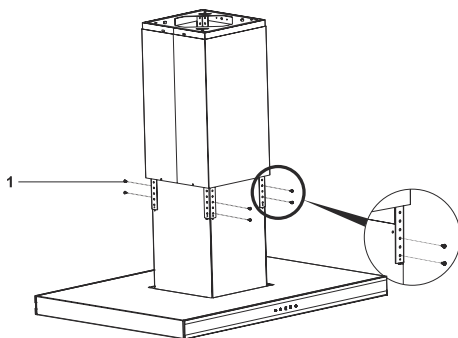

Fig. 13
1. ➤ Fjern den ene 3,5 x 9,5 skrue som fastholder skorstenen (Fig. 13).
2. ➤ Løft skorstenene op og skru motorkassen fast til stængerne med 3,5 x 9,5 skrue (Fig. 13/1).